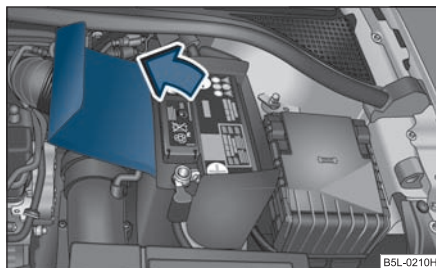
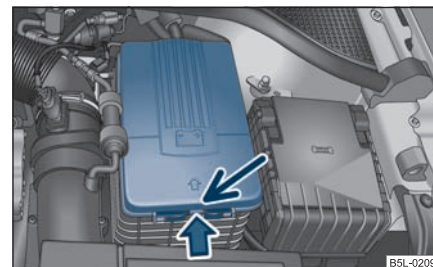

Fig. 211 Compartimentul motor: Capul din poliester al bateriei autovehiculului
Fig. 212 Compartimentul motor: Capul din material plastic al bateriei autovehiculului
- Deschideți capul bateriei în sensul indicat de săgeată ⇒ fig. 211, resp. apăsați încuietoarea de pe lateralul capului bateriei ⇒ fig. 212, rabatați capul în sus și îndepărtați-l.